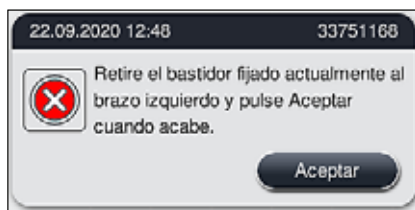

Fig. 129
5. Confirme con el botón **Aceptar** (→ "Fig. 129").